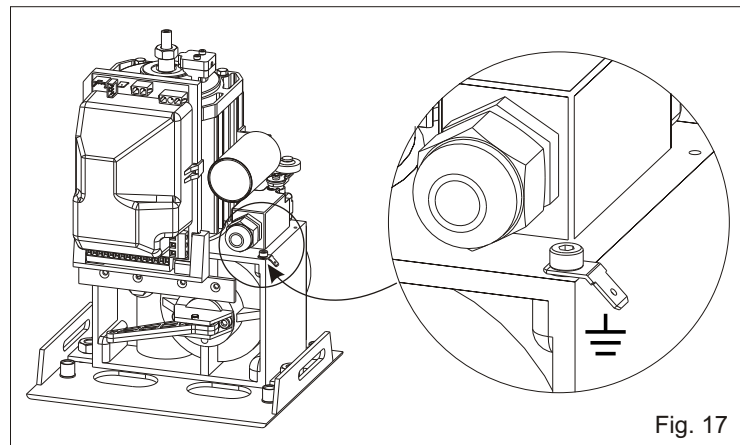

Fig. 17
7. CONEXIÓN DE TIERRA (Fig. 17)